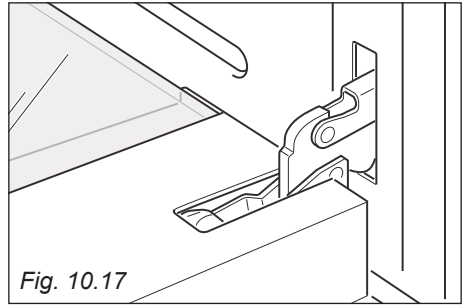

Fig. 10.17
- Aprire completamente la porta del forno (fig. 10.17).